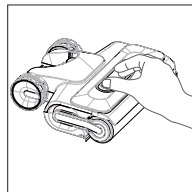

Fig. 12 – Rimozione della copertura
- ▶ Rimuovere la copertura del rullo in microfibra premendo l'uno verso l'altro i due tasti di sblocco sulla parte superiore e tirando la copertura verso l'alto (vedere Fig. 12).